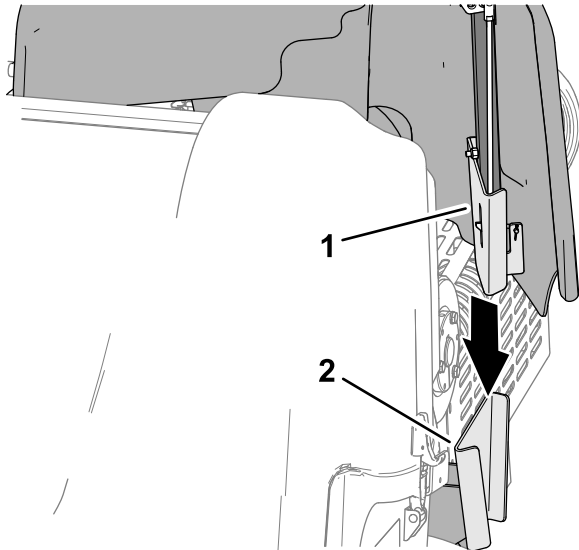

Bild 133
1. Richten Sie die Halterung der Riemenabdeckung an der Abdeckungshalterung am Maschinenrahmen aus (Bild 133).